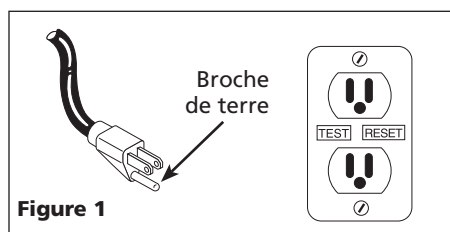

Figure 1
11. Cet équipement est conçu pour un circuit de 120 v (monophasé) et est équipé d'un cordon approuvé à trois conducteurs et une fiche de terre à trois broches telle qu'indiquée dans la Figure 1.
1. Introduire la fiche directement dans une prise de terre tripolaire, installée correctement et mise à la terre (tel qu'indiquée dans la Figure 1).